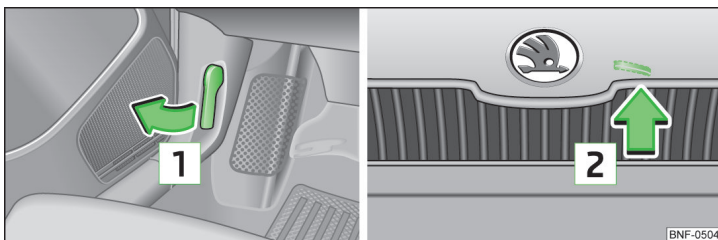

Fig. 97 Udløserarm til motorhjelms / Udløserarm
- Træk i udløserarmen under instrumentpanelet i pilens retning 1 » Fig. 97.
- Tryk udløserarmen i pilens retning 2 » Fig. 97; motorhjelmen udløses.
Løft aldrig motorhjelmen ved at tage fat i udløserarmen » Fig. 97.